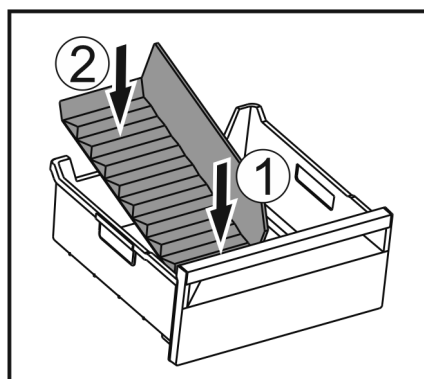

Fig. 60
- Installer le séparateur par l'avant Fig. 60 (1).
- Abaisser l'arrière Fig. 60 (2).